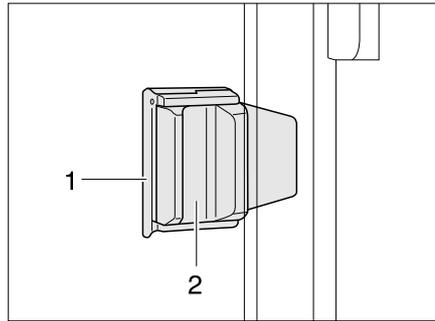

Bild 50 Schiebefenster mit Schiebeverriegelung
- Verriegelung (Bild 50,1) herausziehen.
- Griff (Bild 50,2) drücken und gleichzeitig nach vorne oder hinten schieben.
- Verriegelungsknopf (Bild 50,1) in vertikale Position drehen.